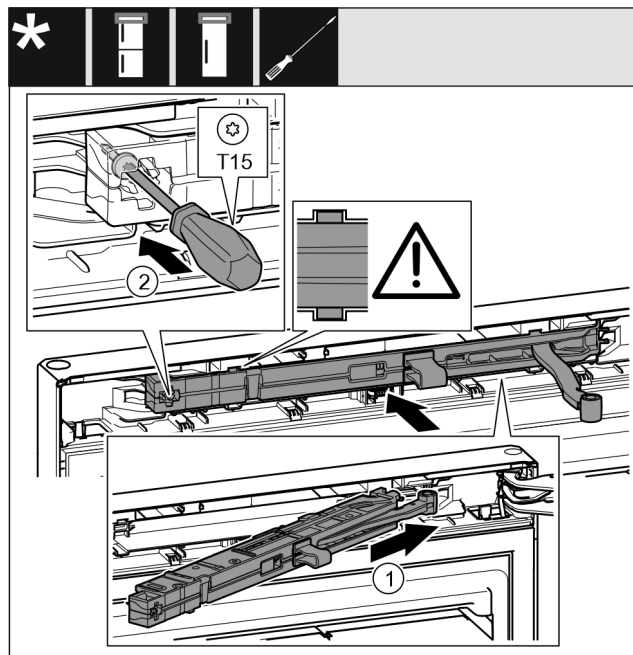

Fig. 25
- ▶ Jednotku tlumiče zavírání na straně stojanu ložiska zasunte až na doraz šikmo do vybrání. Fig. 25 (1)
- ▶ Šroubovákem T15 pevně utáhněte šroub. Fig. 25 (2)